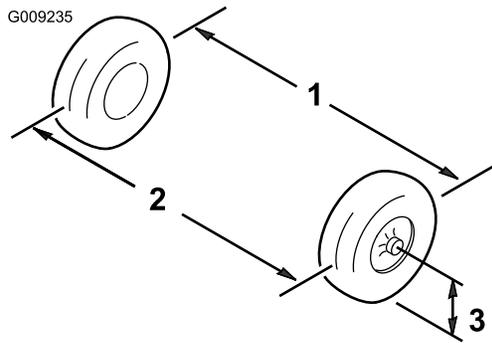

Figure 41
1. Mesurez la distance entre les roues avant à hauteur d'essieu, à l'avant et à l'arrière des roues (Figure 41).